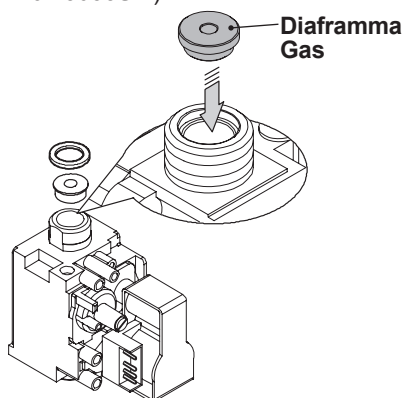

Figura 8.2
- Eseguire la trasformazione del tipo di gas sostituendo correttamente il diaframma gas (Figura 8.2), facendo riferimento